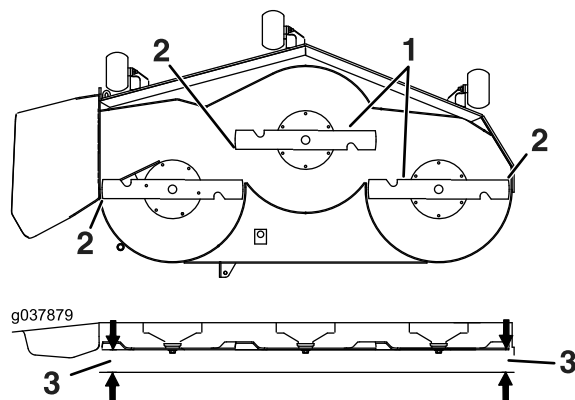

Bild 82
6. Messen Sie den Abstand zwischen der Messerspitze und der ebenen Oberfläche (Bild 82). Wenn beide Messwerte nicht innerhalb von 5 mm liegen, stellen Sie die Nivellierung ein; fahren Sie mit diesen Schritten fort.
14. Drehen Sie die Schnittmesser vorsichtig von einer Seite zur anderen (**Bild 82**).